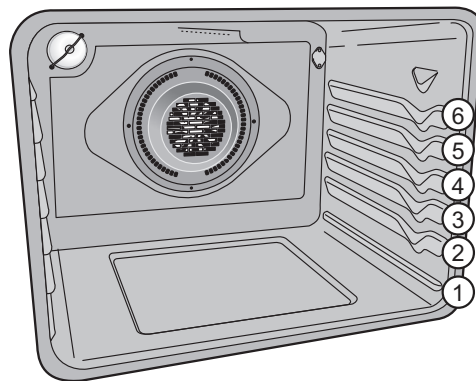

Figure 16: Positions des moules
- Pour de meilleurs résultats lorsque vous faites cuire des gâteaux étagés à l'aide de deux grilles de four, placez les grilles aux positions 3 et 5 et placez les moules comme indiqué à la Figure 16.